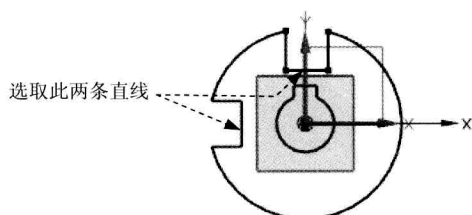

图 2.13.11 添加约束 (七)
Step 7 参照步骤 5 添加图 2.13.11 所示的“相等”约束。